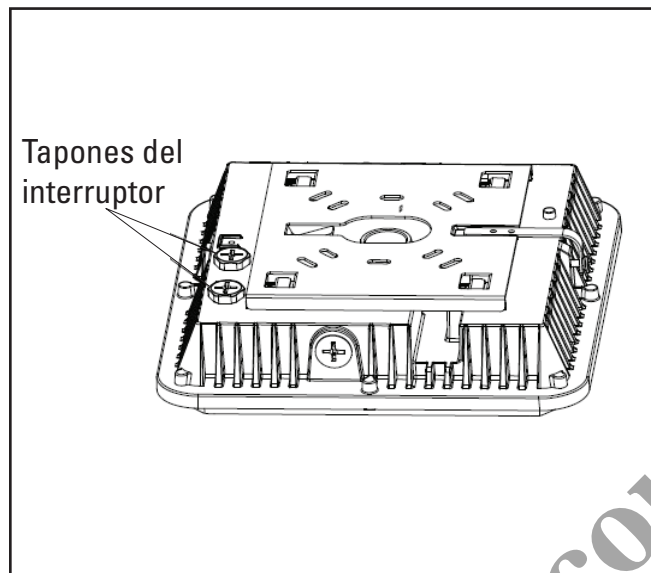

Figura 1.
1. Con un destornillador de cabeza Phillips, retire el tapón para acceder al interruptor necesario (Figura 1).